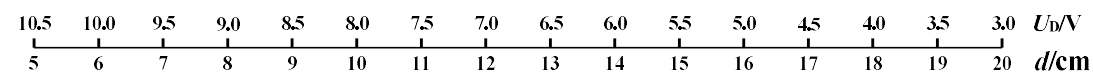

图 3 操作距离  $d$  与设定工作电压  $U_D$  的对应关系
(2) 设定工作电压  $U_D$ 。 $d$  在 5~20cm 范围内，由 S4 向 S1 挥手设定  $U_D$ ，范围为 3.0~10.5V， $d$  与  $U_D$  的关系如图 3 所示，显示器显示  $U_D$  和  $d$ 。要求  $U_D$  与风扇电压  $U_M$  的误差绝对值不大于 0.1V。
(3) 组合操作模式。以非接触控制形式开始组合操作模式设置。编排一组风扇动作并存储，至少存储 8 个动作，之后以非接触控制形式结束设置并启动组合操作运行，设置步骤及存储动作参考表 1。要求  $t$  与实际运行时间的误差绝对值不大于 1s， $U_D$  与  $U_M$  的误差绝对值不大于 0.1V。